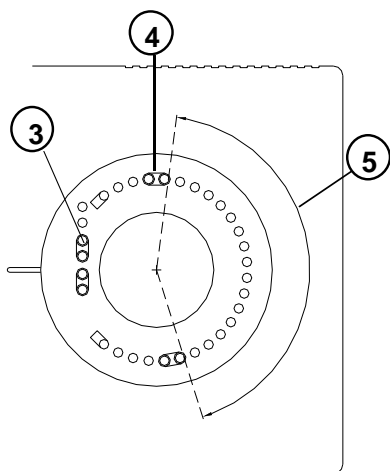

Fig. 3: Begränsning av inställningsområdet
- Det är möjligt att begränsa börvärdesrattens inställningsområde. Vid leverans sitter ett par små plastpinor (3) till vänster om inställningsrattens axel. Flytta dessa till nya önskade lägen (4), se exempel i fig. 3. Här utgör (5) det valda begränsade nya inställningsområdet.